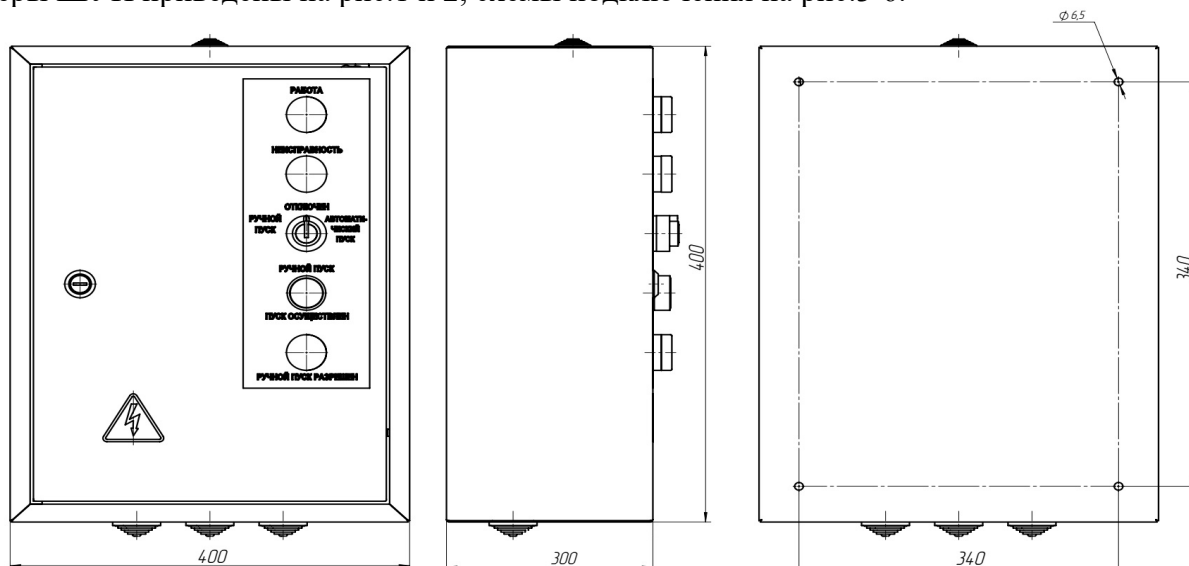

Рис.1. Габаритные и установочные размеры ШУП-3 исп.1К.
2.1.3. ШУП крепится на вертикальную несущую поверхность. Габаритные и установочные размеры ШУП приведены на рис.1 и 2, схемы подключения на рис.3-6.